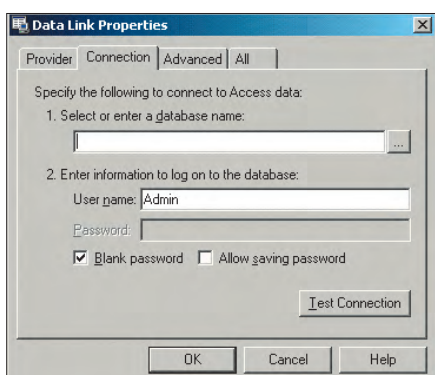
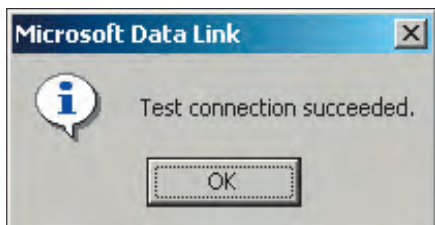

Рис. 14. Выбор базы данных
Рис. 15. Успешное установление соединения с базой данных
3. Будет открыто окно, показанное на рис. 14, позволяющее указать требуемую базу данных. Нажмите кнопку [...] для указания пути и имени файла базы данных. В качестве примера выберите файл `C:\Program Files\ICONICS\ReportWorX.NET\Sample Databases\AWXLog32.mdb` и нажмите кнопку **Open**.
4. Нажмите кнопку **Test Connection** (Проверка соединения). При успешном соединении на экран будет выведено сообщение, показанное на рис. 15. Нажмите кнопку **OK** в окне сообщения, затем в окне **Выбора базы данных** (рис. 14).